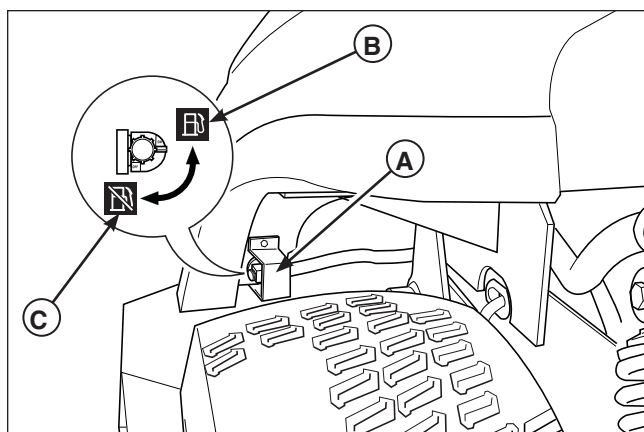

Figure 2. Soupape d'arrêt de carburant
1. S'assurer qu'il y a du carburant dans les réservoirs de carburant et que les soupapes d'arrêt (A, figure 2) des deux réservoirs sont ouvertes.